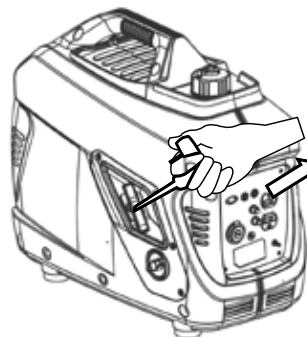

Figure 8: Tirez la poignée de recul hors de l'onduleur
5. Tenez fermement la poignée de recul et tirez-la lentement jusqu'à sentir une résistance accrue. À ce stade, tirez rapidement sur l'onduleur en tirant dessus (voir Figure 8).